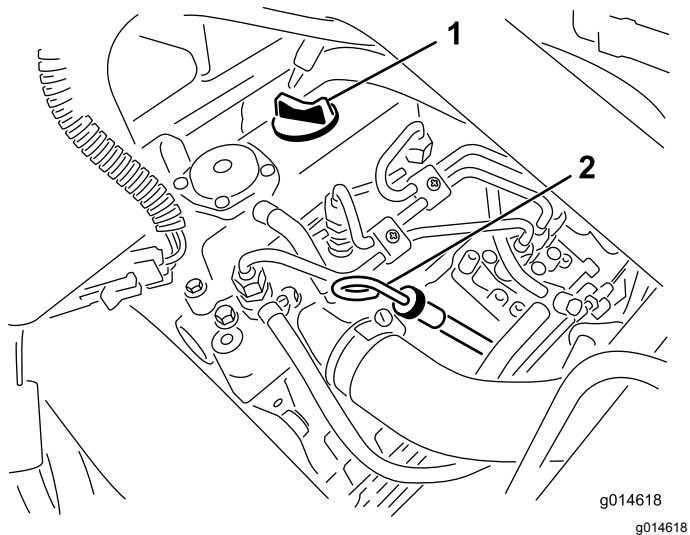

Рисунок 25
2. Выверните масляный щуп и протрите его чистой ветошью (**Рисунок 25**).